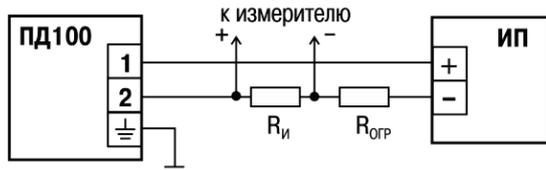

Рисунок 5 – Схема подключения
1) Нижний предел измерения зависит от типа измеряемого давления. 2) Зависит от напряжения питания (см. рисунок 5).